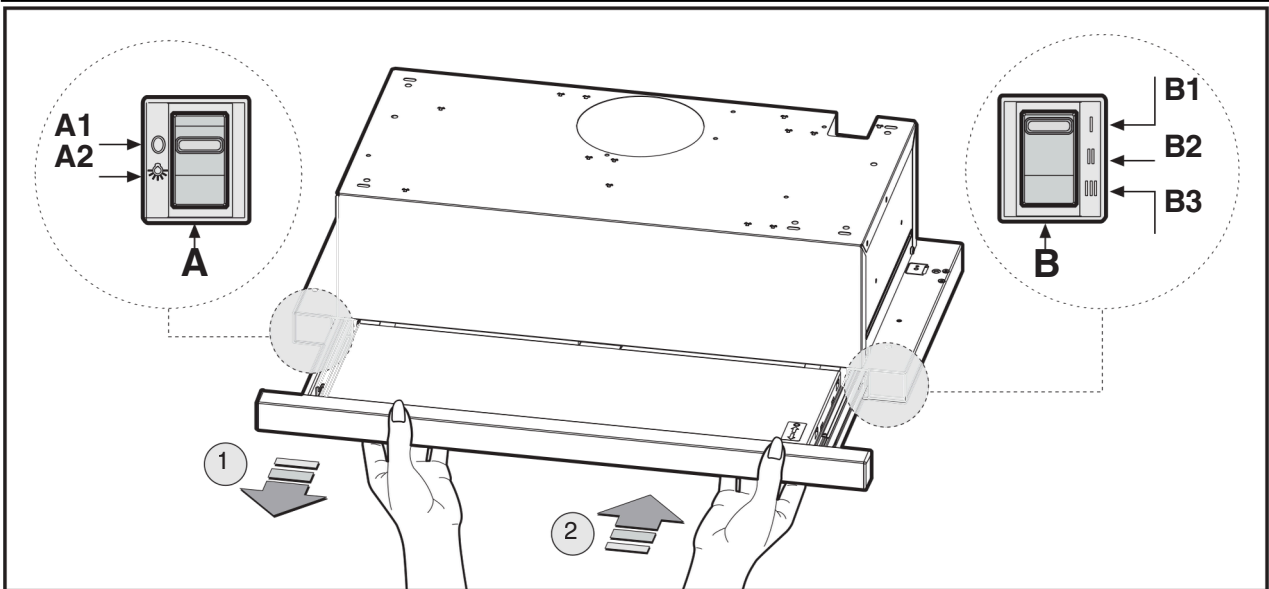

Fig.9.1
- **Kommandoknappar slider (Fig.9.1):**